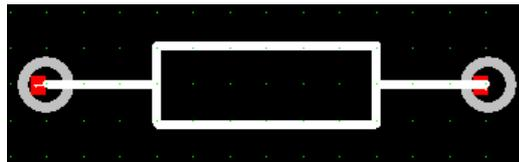

Рис. 2.24 – Размещение контактных площадок
3. Создадим контактные площадки: необходимо выбрать слой Top, выберем в меню Place|Pad (Разместить|Контактная площадка), нажмем ОК. С помощью левой кнопки мыши разместим контактные площадки как показано на рис. 2.24